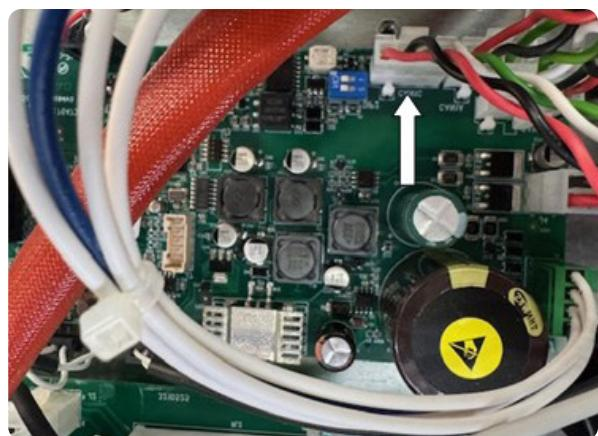

Fig. 6
- ◆ Conecte el conector de 4 polos en el extremo opuesto de la conexión 5587505 (pos.3) al conector CAN1C del circuito de control 5602682 ubicado encima del túnel como se muestra en la fig.6